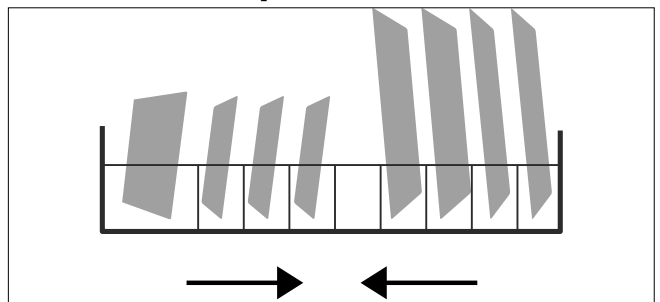

Abb. 16 – Geschirrkorb beladen
- ▶ Beladen Sie den Geschirrkorb (6) wie im Beispiel in **Abb. 16** abgebildet. Der Pfeil zeigt die Einschubrichtung.